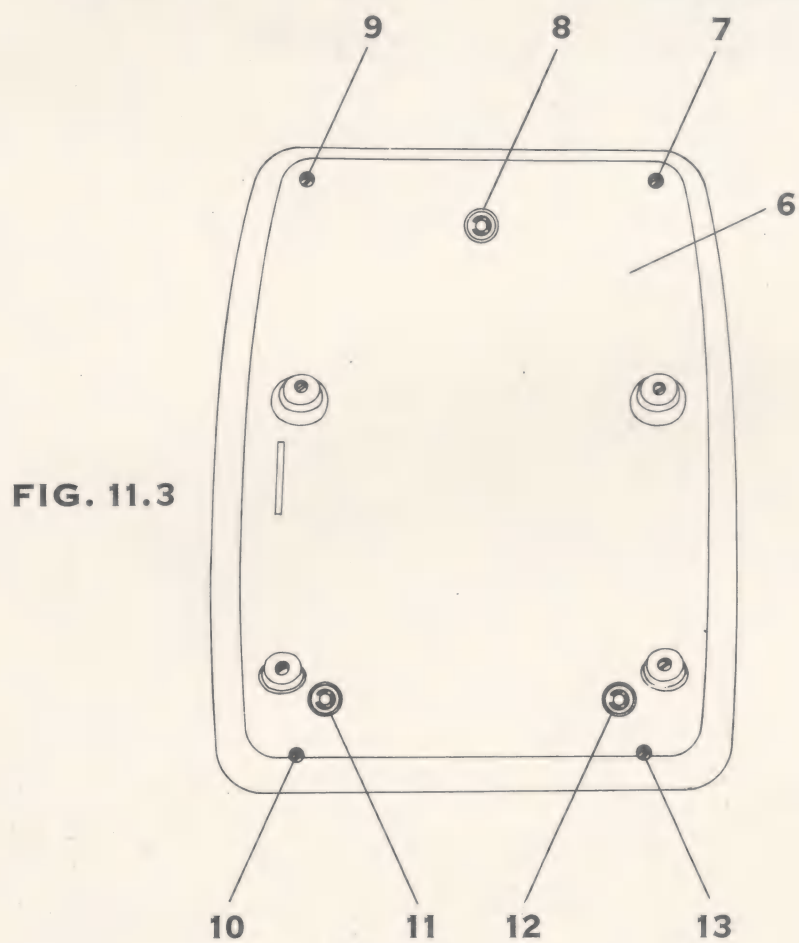

FIG. 11.3
Die 4 Schrauben Z4 (pos. 7-9-10-13) an den Ecken des Unterteils des Gehäuses (E11-10) (pos. 6) entfernen. Siehe Fig. 11.3.
Die 3 Verschlussringe Z9 (pos. 8-11-12) — siehe Fig. 11.3 — an der Aussenseite des Gehäuseunterteils (pos. 6) entfernen, wonach das äussere Gestell E1 herausgenommen werden kann.